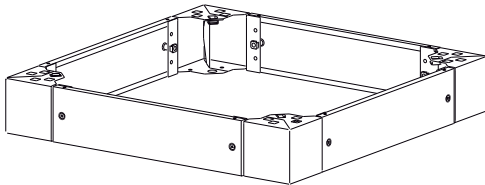

Рисунок 3
4.1.4 Повторить действия, указанные в для каждой панели. Параллельные панели должны быть равной длины (рисунок 3).